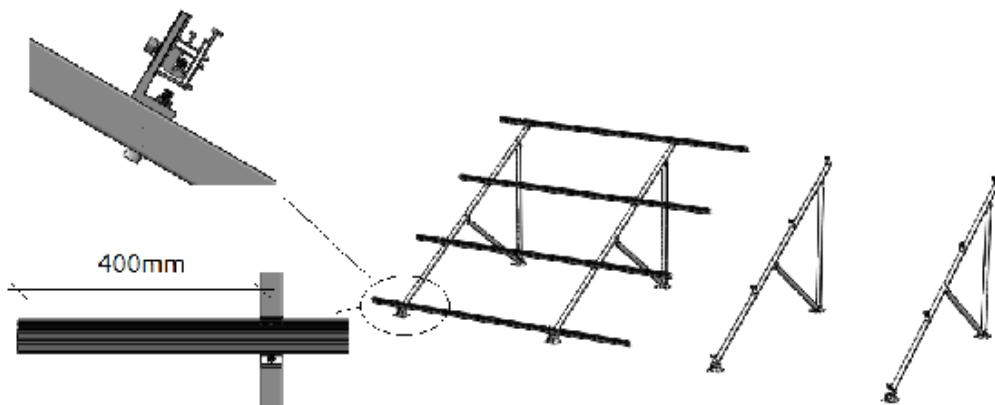

Figura 15
- b). Instale el riel con el molde G, tornillos M8 * 30, arandela elástica y arandela plana en los soportes L como en la **Figura 15**.